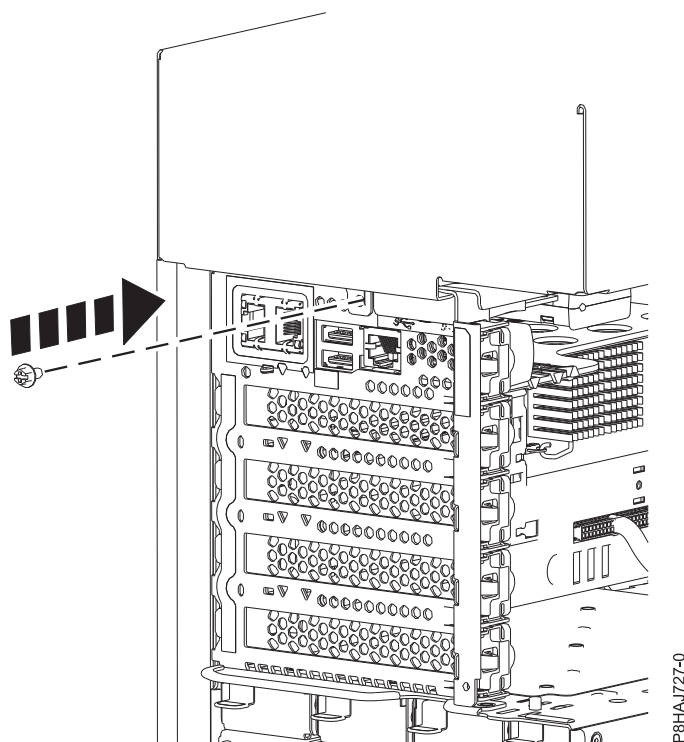

図 39. 8286-41A サイド・カバーねじの取り付け
5. プラスのねじ回しを使用して、サイド・カバー後部ねじを取り付けます (61 ページの図 39 を参照)。